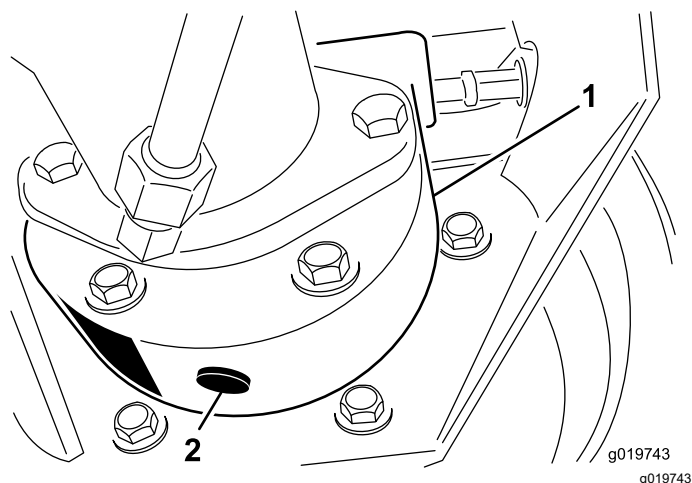

Рисунок 55
3. Подставьте поддон под корпус тормоза, снимите пробку сливного отверстия и дайте маслу стечь (Рисунок 55).